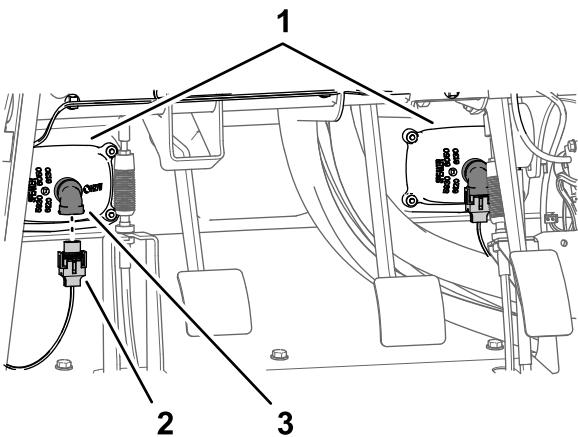

图14
1. 从左、右大灯的 2 针接头断开机器线束的 2 个电气接头 2 插槽图14。